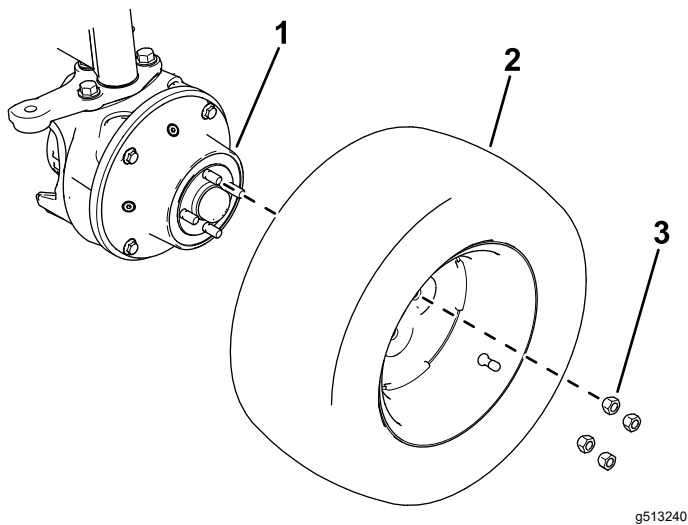

Figura 54
1. Retire las ruedas de los lados izquierdo y derecho traseros de la máquina (Figura 54).